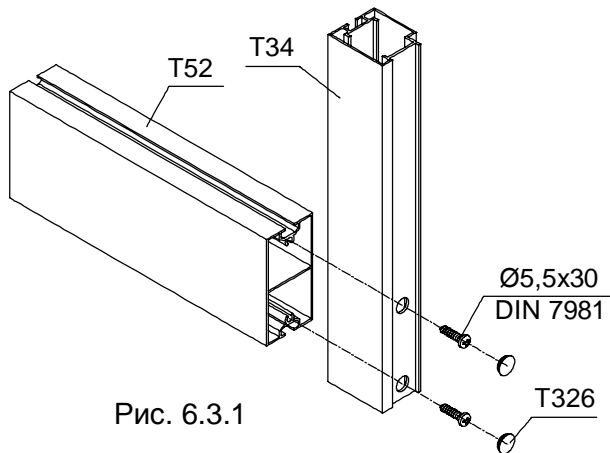
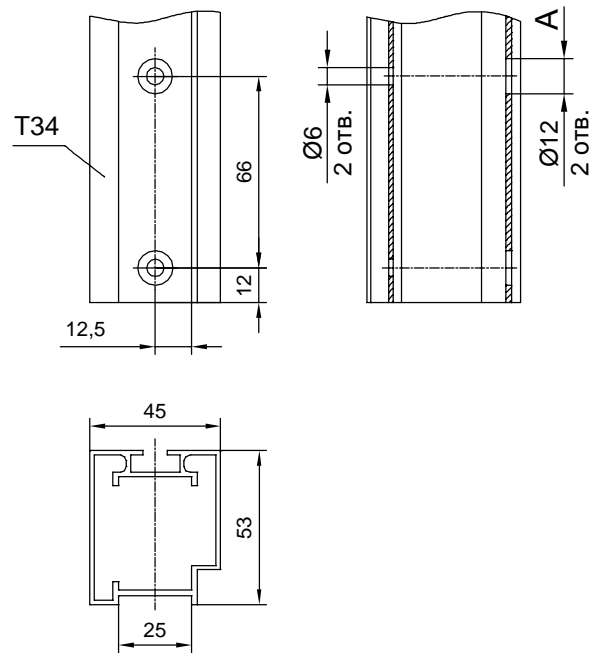

Рис. 6.3.1
Рис. 6.3.3
Ригель из профиля Т52 устанавливается на самонарезающих винтах $\text{Ø}5,5 \times 30$ DIN 7981 (см.рис. 6.3.1). Для этого профиль Т34 необходимо обработать по эскизу (см. рис. 6.3.3).
2. Отверстия А (см. рис. 6.3.3) рассверлить до $\text{Ø}12$ мм.